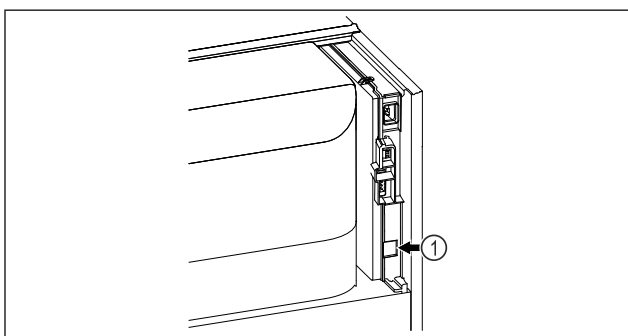

Fig. 86
- SmartModule Fig. 86 (1) on asennettu.